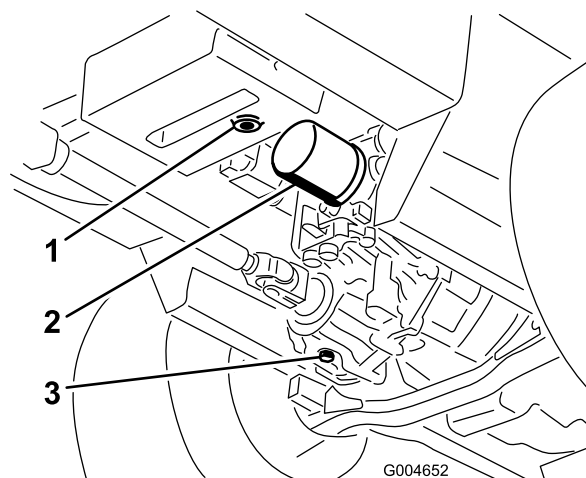

Figure 80
bouchons pour vidanger tout le liquide hydraulique (Figure 80).
4. Nettoyez la surface autour du filtre à huile hydraulique et enlevez le filtre (Figure 80).